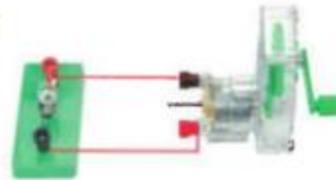

Figure 26-1
1. Comme le montre la figure 26-1, secouez le générateur à manivelle pour observer s'il émet de la lumière.